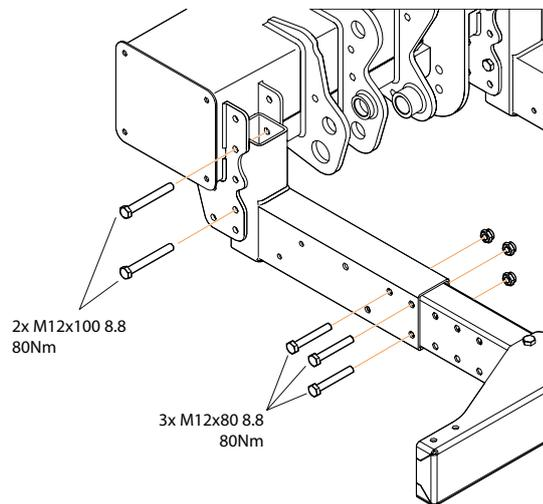

Abbildung 28. Montage des Unterfahrschutzes
1. Die innere Konsole in einer der vier möglichen Höheneinstellungen montieren. Die Höheneinstellung auswählen, welche den vorgegebenen Anforderungen entspricht, siehe Abschnitt "6.3.2 Gesetzlich vorgeschriebene Maße" auf Seite 20. Die zugehörigen Schrauben verwenden (M12x100). Montieren, ohne die Schrauben anzuziehen, siehe Abbildung 28.
Die zugehörigen Schrauben verwenden (M12x80). Montieren, ohne die Schrauben anzuziehen. siehe Abbildung 28.